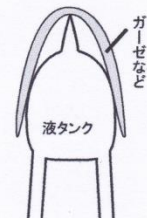

図3
- ⑤ビーカー内の湯の温度が30℃程度まで下がると、気泡の発生頻度が減り液の循環速度が下がります。この時、最上部の液タンクを冷水を含ませたガーゼなどで包むと（図3）、気泡の発生が再び活性化して液の循環速度は速くなります。（液タンク内の蒸気圧が低下するため）